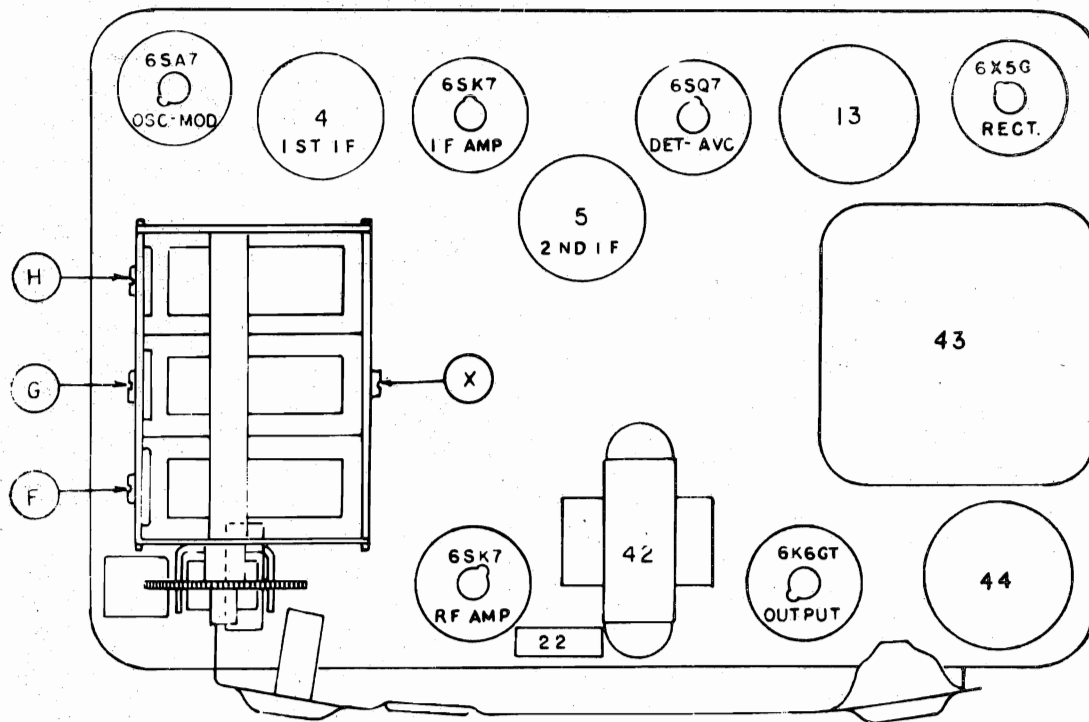

FIG. 3--PARTS LAYOUT--Top View
- (d) Adjust the trimmers (illus. F, H, Fig. 3) for maximum output.